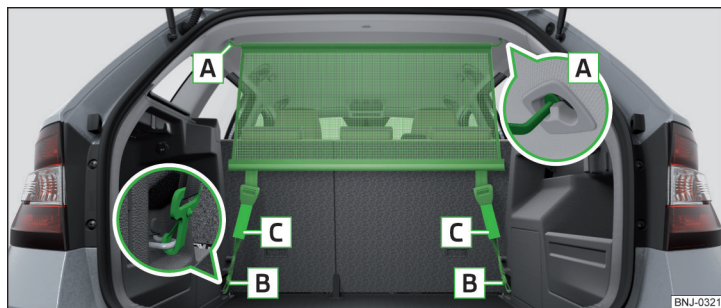

Fig. 110 Red de separación detrás de los asientos traseros
- Montar la barra transversal en el alojamiento **A** » fig. 110, primero en un lado y presione hacia adelante. Introduzca de igual modo la barra transversal en el otro lado del vehículo en el alojamiento **A**.